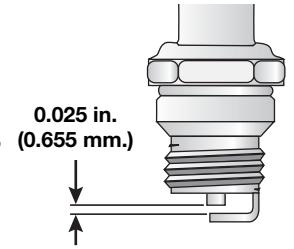

Fig. 39
- Remplacez toute bougie fendillée, encrassée ou sale. Réglez l'écartement à 0,655 mm (0,025 po) à l'aide d'une jauge d'épaisseur (Fig. 39).